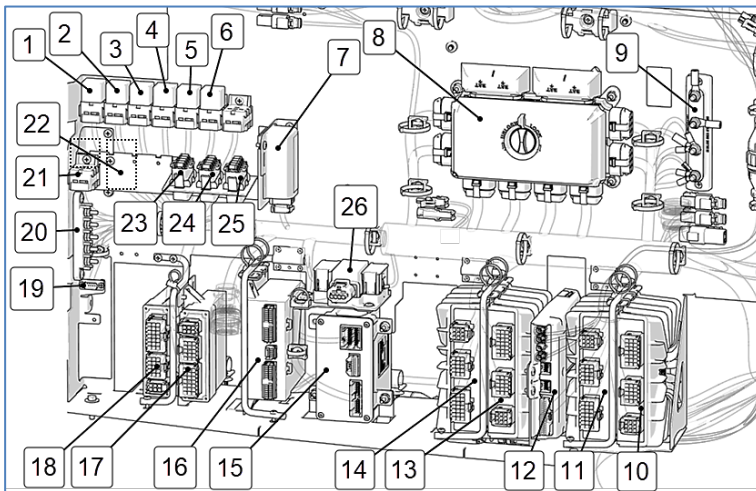

Figure 4
6. Localiser le port série RS232 dans le compartiment de service avant (point 19, figure 4).